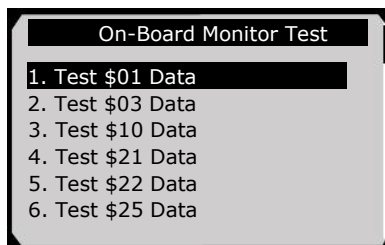

Figura 5.28
- 5) Desde el menú del **monitor prueba de bordo**, utilice el botón **ARRIBA / ABAJO** desplácese para seleccionar una prueba para ver y oprimir el botón **OK**. (Figura 5.28)